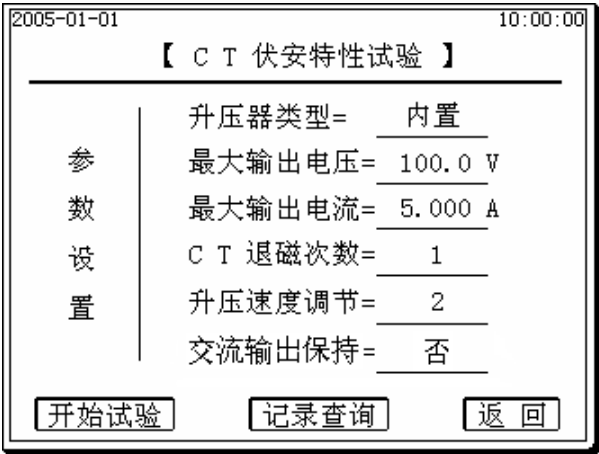

图 4
在“CT 试验”主界面上，将光标移动到 “**(1) 伏安特性测试, 误差曲线**” 选项上，按下旋转鼠标即可进入 CT 伏安特性试验设置界面（如图 4 所示）。
存储的测试数据在 CT 伏安特性试验界面上（图 4）选 **记录查询** 即可调出查看，调出后如果再按 **保存** 可修改先前保存的线路号、组号、相序、K 值等参数重新进行保存，重新保存时所存储的时间为修改时间。单机所保存的数据可直接通过 U 盘或 RS232 口上传至 PC 机。